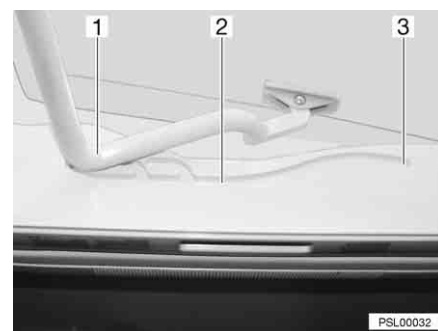

Fig. 20 Lanterneau basculant, glissière
- Tirer l'étrier (Fig. 20,1) dans les glissières (Fig. 20,2) jusque dans la position la plus reculée (Fig. 20,3).
- Pousser l'étrier (Fig. 20,1) légèrement vers le haut avec les deux mains.
- Tirer l'étrier dans les glissières (Fig. 20,2) jusqu'à la position souhaitée.